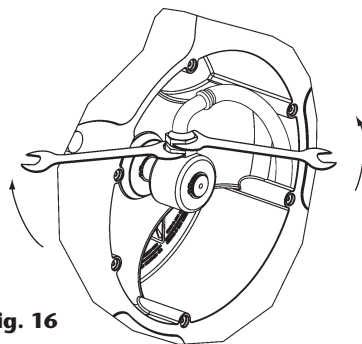

Fig. 16
2. Lösen Sie die Schraubenmutter mit Hilfe zweier Gabelschlüssel (Fig. 16).